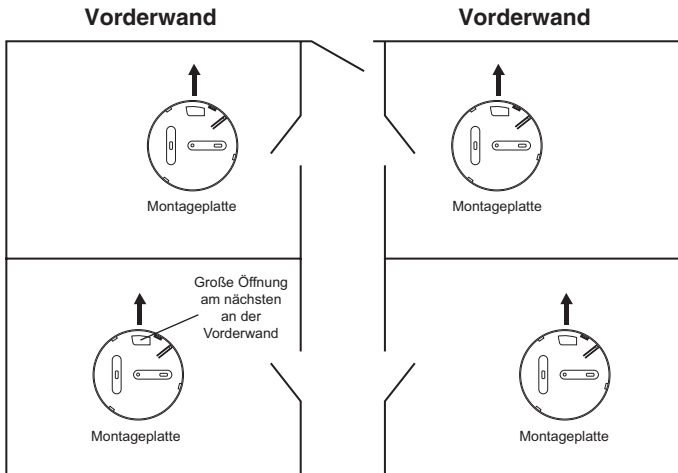

Abb.11
5. Bei Warnmeldern mit Funkmodul sollten Sie sicherstellen, dass alle Warnmelder in die gleiche Richtung zeigen. Wählen Sie dafür einen Gebäudeteil – z. B. die vordere Hauswand – aus und richten anschließend die Installation aller Montageplatten danach aus (siehe Abbildung 11).